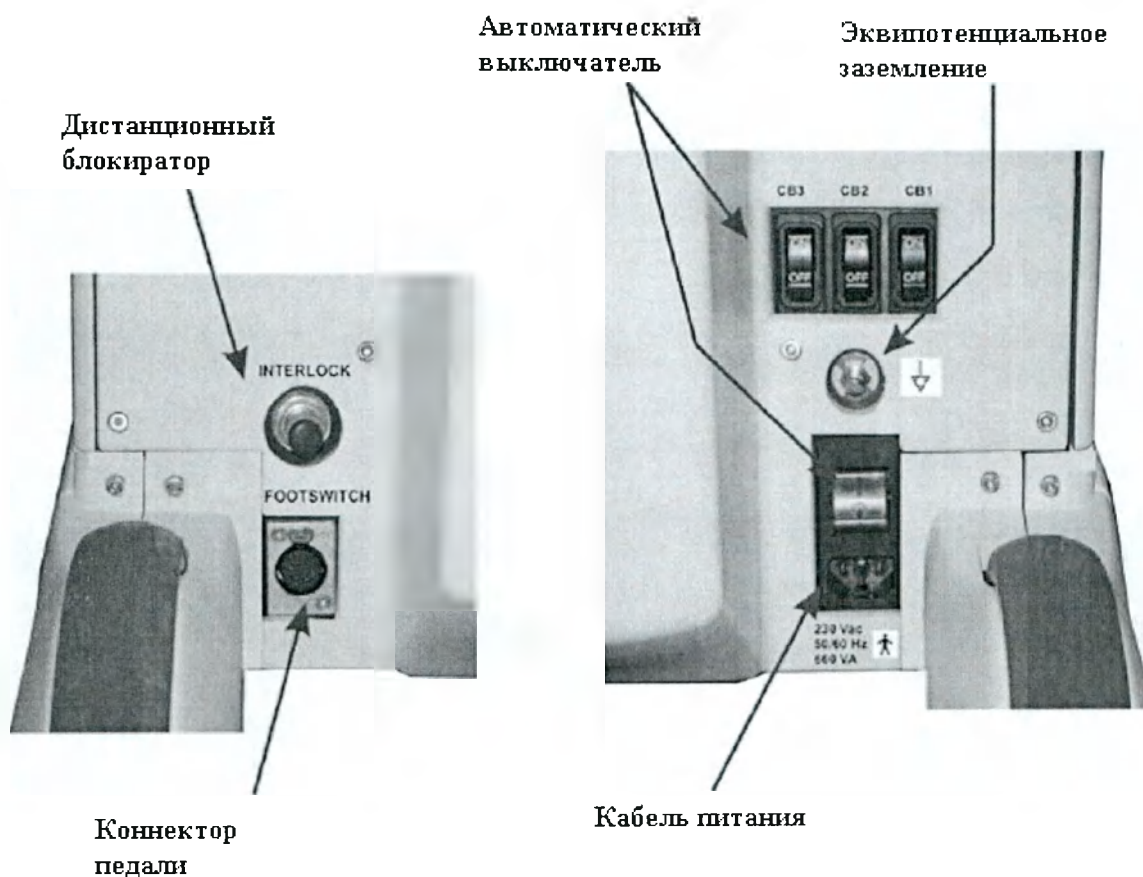

Рис. 32 . Нижняя часть задней панели.
Аппарат снабжен кабелем питания – один его конец включается в разъем на задней панели (рис. 32), а другой – в стенную розетку
При необходимости можно подключить кабель заземления к коннектору эквипотенциального заземления (рис. 32) на аппарате.
В нижней части задней панели (см. рис. 32) находится коннектор дистанционного блокиратора ("INTERLOCK"). Можно подключить «нормально разомкнутый» переключатель к двери в операционную. Если во время работы аппарата кто-либо откроет дверь, CO₂ лазер отключится, и пользователь будет уведомлен о причине этого. При таких условиях аппарат будет безопасен для людей, поскольку выход лазерной энергии мгновенно блокируется.
- Выньте коннектор из разъема “INTERLOCK” на задней панели (рис. 32).
Для подключения педали к аппарату установите ее на полу и воткните ее коннектор в разъем для педали на задней панели (Рис. 32). Во избежание неправильного подключения кабеля на розетке предусмотрен поляризатор.